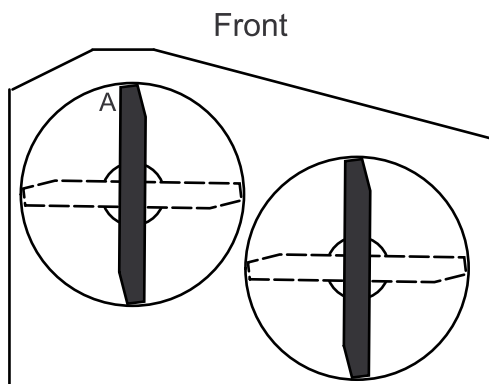

Figure 61
4. Mesurez au point **A** et entre la surface plane et le bord coupant des pointes des lames (Figure 61)